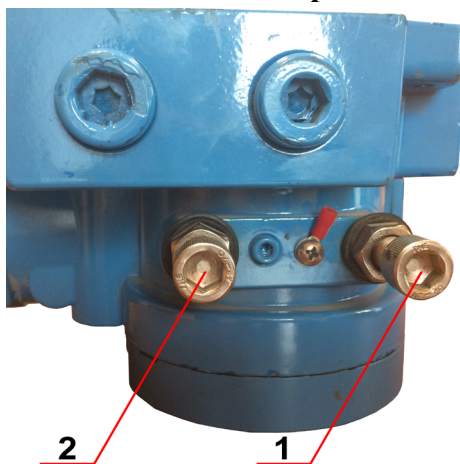

Рисунок 4. Ограничители хода
2.3.2.1.3. Ослабить контргайку ограничителя хода (1), вывернуть стопорный винт на 1-2 оборота (рис. 4)
2.3.2.2.3. Ослабить контргайку ограничителя хода (2), вывернуть стопорный винт на 1-2 оборота (рис. 4)